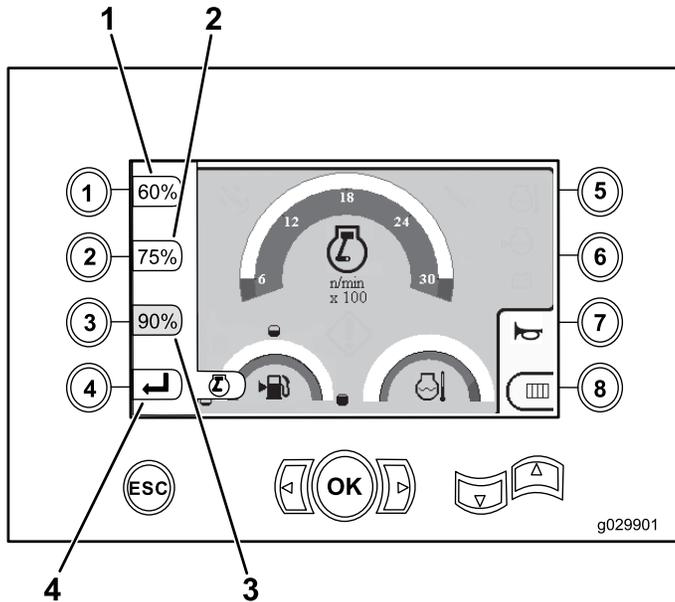

Figura 6
- Botão 1 para ajustar em 60% o giro do motor (rpm), como mostrado na Figura 6.
- Botão 2 para ajustar em 75% o giro do motor (rpm), como mostrado na Figura 6.
- Botão 3 para ajustar em 90% o giro do motor (rpm), como mostrado na Figura 6.
- Botão 4 para retornar à tela principal de operação (Figura 6).